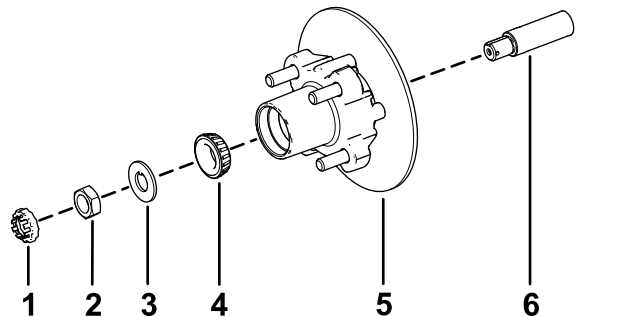

Figura 25
1. Aplicați un strat subțire de lubrifiant specificat pe ax (Figura 25).
2. Montați butucul și rotorul pe ax, cu rotorul în interior (Figura 25).
3. Montați rulmentul exterior pe ax și așezați rulmentul pe calea de rulare exterioară (Figura 25).
4. Montați aiba de siguranță pe ax (Figura 25).
5. Înfiletați piulia pe ax și strângeți-o la un cuplu de 15 N·m, în timp ce rotiți butucul pentru a fixa rulmentul (Figura 25).
2. Aliniai plăcuțele de frână de o parte i de alta a rotorului (Figura 21) i orificiile din suportul etrierului cu orificiile din suportul de frână al cadrului axului (Figura 25).